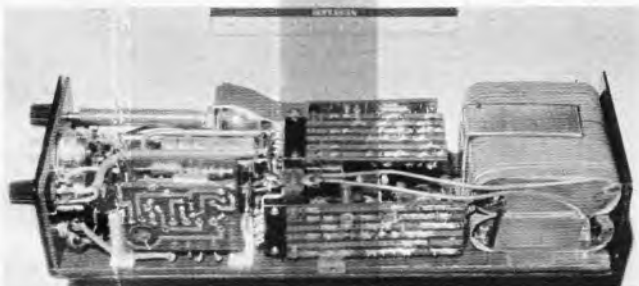

Bild 6. Innenansicht wie in Bild 5, jedoch mit eingesteckten Steckeinheiten
Bild 6. Dachaufbau mit abgespanntem Antennenstandrohr ($\alpha \geq 15^\circ$); 1 = Antennenstandrohr, 2 = Mastfuß, 3 = massive Unterlage, 4 = Abspannmateriale, 5 = Spannbeton-Dachbinde, Stahlpfette, Holzpfette oder dgl.
Der Aufbau eines Standrohres auf dem Dach (Ausführung c)) ist in Bild 6 dargestellt. Zuerst einmal muß ein als Mast- oder Standrohrfuß bezeichneter Befestigungswinkel für waagerechte Flächen auf dem Dach befestigt werden. Dieser hat einen Anschlag, auf welchen das Standrohr aufzusetzen ist, so daß das Kabel zwischen Dachhaut und Standrohr herausgeführt werden kann. Außerdem muß man die Erdleitung am Mastfuß anschließen.
2. bei einer Unterkonstruktion aus massiven Dachplatten (Stahlbeton-, Stahlstein-, Stahlbetonrippendecke usw.) der Mastfuß über einer Innenwand, zumindest aber über Stahlpfette, Holzpfette (Bild 6) oder andere Träger zu liegen kommt, damit das Flachdach nicht unter Umständen membranartig beansprucht wird,